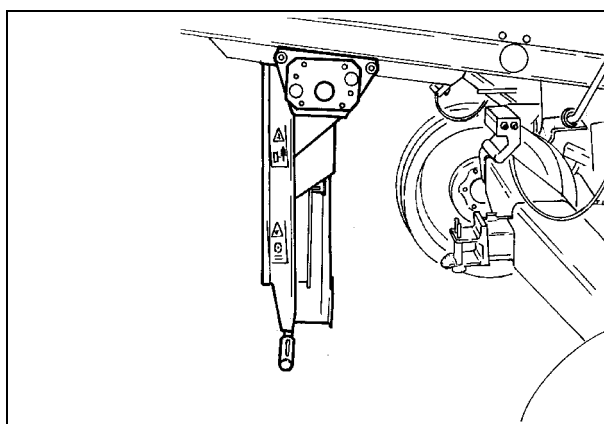

Рис. 36
- Вертикальное (Рис. 36). Оператор может проверить работу узла очистки.